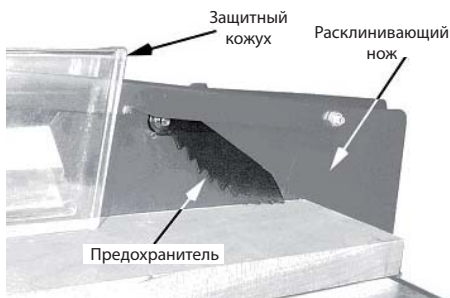

Рис. 26
- Запобіжники, що затримують зворотну віддачу повинні періодично перевірятися, як тільки верстат переходить у стадію експлуатації (рис. 26).